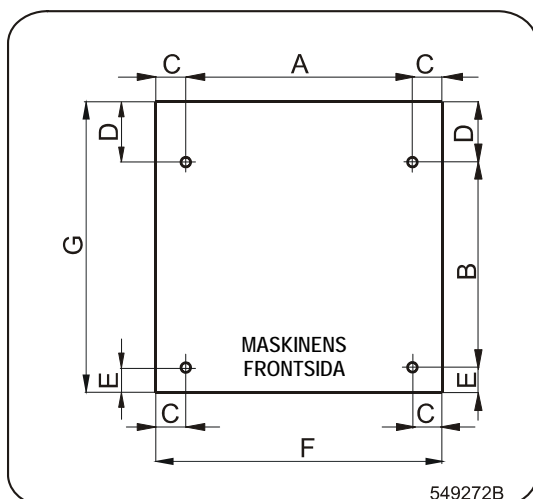

Fig.11 Fast förankrade maskiner
- „○“ – Borrmärket för ankarbultar, eller kemiska ankarbultar, se Fig.11, 12.
- Det befintliga betonggolvet skall ha minst 120mm / 4.72". Mått för förankring, se fig. 11, 12 och tabell 24.